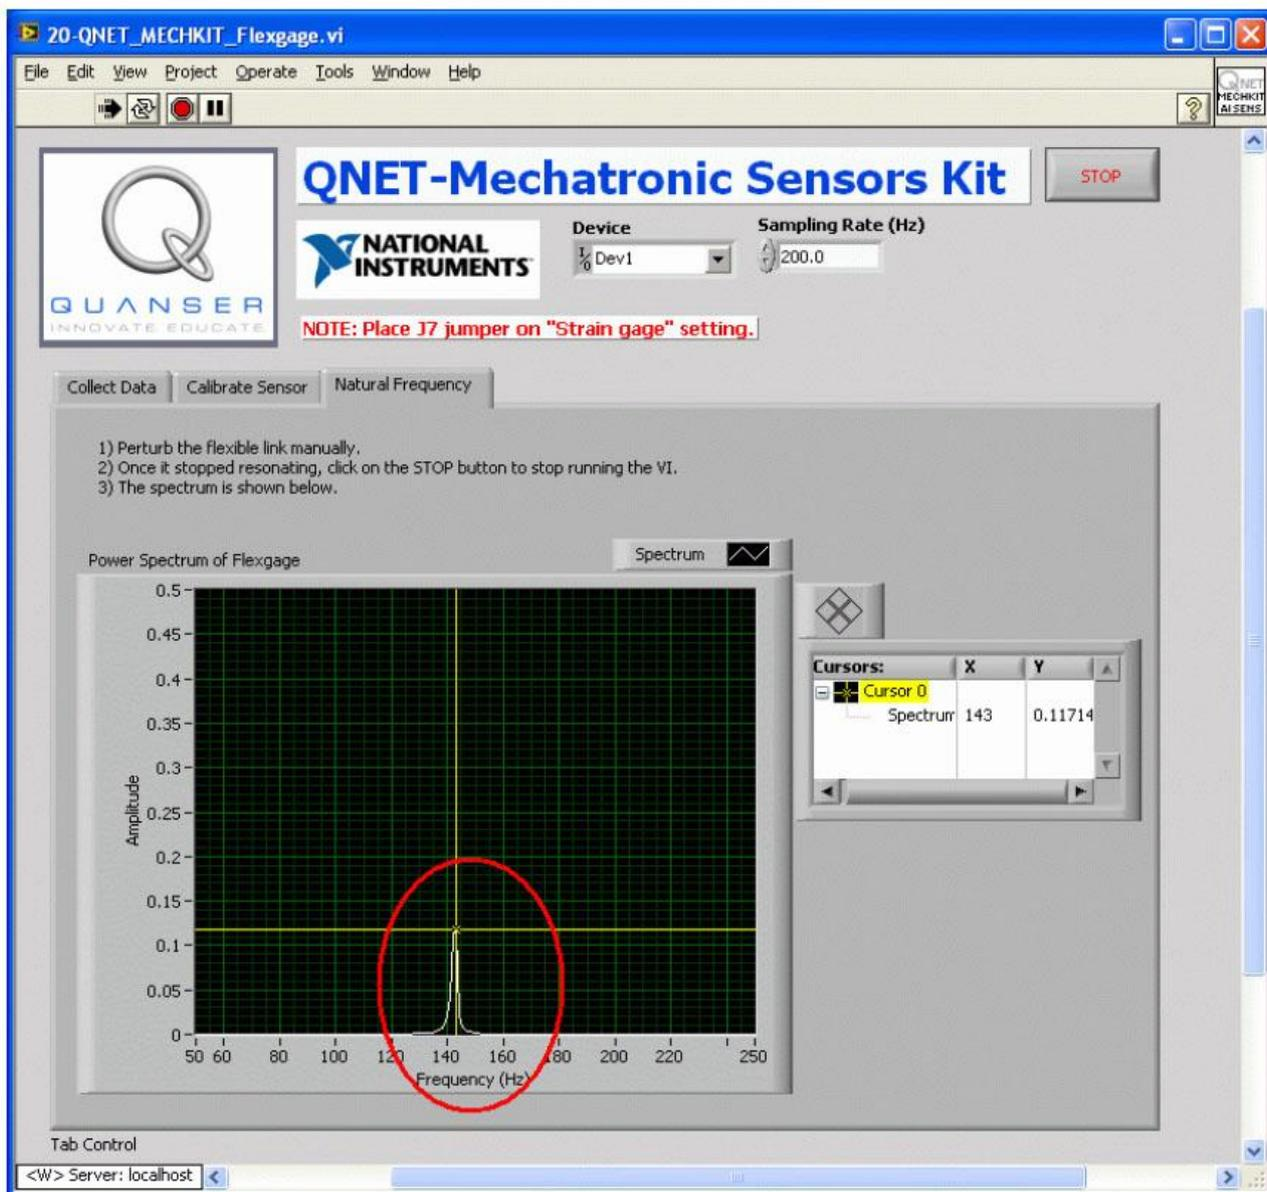

Рис. 29. Определение собственной частоты колебаний гибкой пластины.
3. Пошевелите пластину рукой и остановите VI в тот момент, когда она перестанет колебаться (примерно через 5 секунд). Затем спектр колебаний должен отобразиться на графическом индикаторе (рисунок 29 – однако, обратите внимание на то, что отображаемое там значение собственной частоты является неправильным).